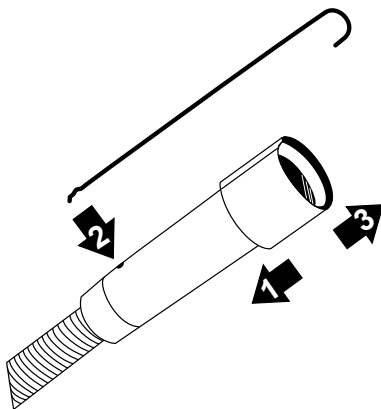

Figura 6
1. Cuidadosamente puxe a bucha de fixação conforme [1] na figura 6.
2. Encaixe o acessório no pequeno orifício localizado próximo ao cabo, conforme [2] na figura 6.
3. Empurre a bucha de fixação até que o acessório fique bem fixado, conforme [3] na figura 6.